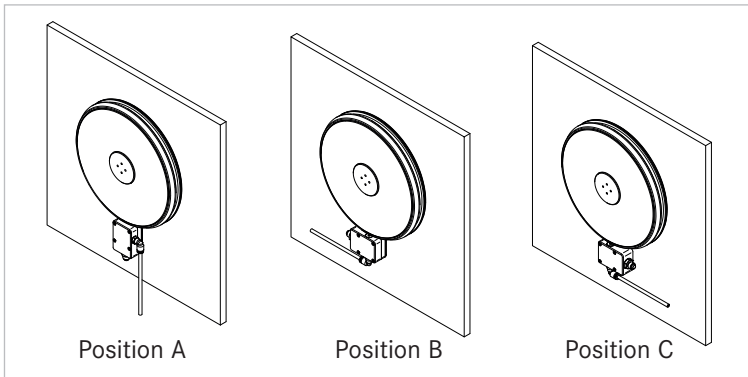

Abbildung 2: Ausrichtung Energieeinspeisung
Die Position der Energieeinspeisung (Abbildung 2) kann in 90°-Schritten am SPINVISTA Drehfenster frei gewählt werden (Position A, B oder C).
- Die Anschlagposition können Sie in drei Positionen wählen (siehe Seite 18, Abbildung 2)